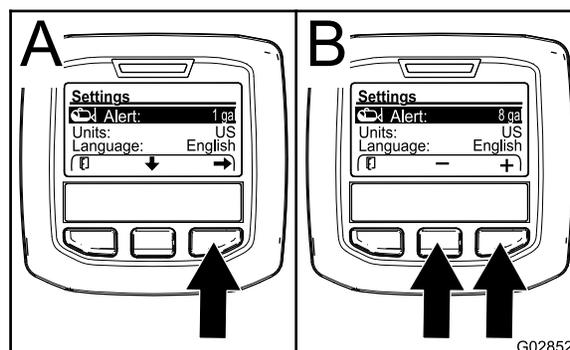

図 8
1. 中央ボタンを押して、警報Alert設定をハイライトさせる 図 8。
2. 右ボタンを押す 図 8。
3. 中央ボタンと右ボタンを使用して、散布中にタンク残量は何パーセントになったら警報を表示させるかの設定を行う 図 8。